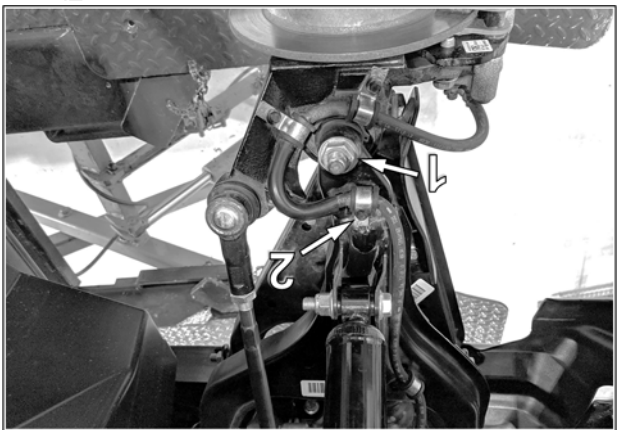

Fig. 10
- Au bras de suspension supérieur, retirer temporairement l'écrou (1) du joint à rotule et le boulon (2) de la bride de boyau de frein. Fig. 10